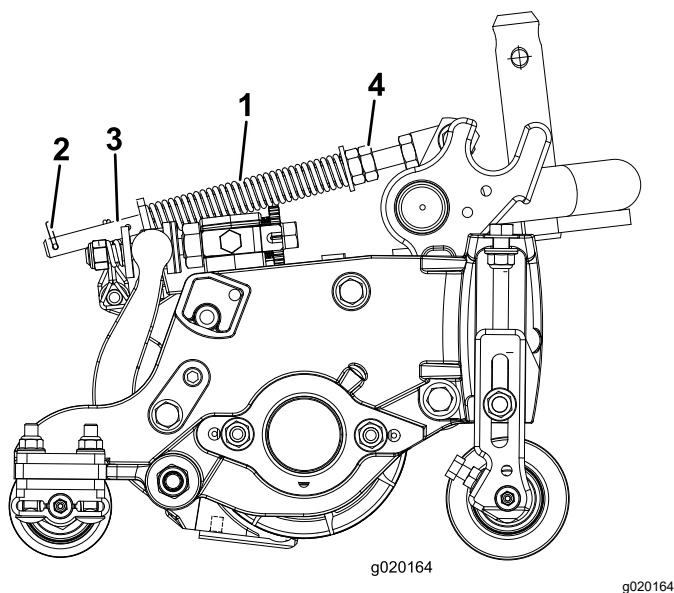

図 14
ターフ補正スプリング図 14 は、前ローラから後ローラへと、カッティングユニットの体重移動を行います。これにより、マーセリングやボビングと呼ばれる「波打ったような」仕上がりを防いでいます。
1. スプリングロッドの後穴にヘアピンコッターを忘れずに取り付けてください図 14。
2. スプリングロッド前部の六角ナットを締めて、圧縮状態のスプリング図 14 の長さが以下の通りになるようにする5"カッティングユニットでは 12.7 cm 7"カッティングユニットでは 15.8 cm。